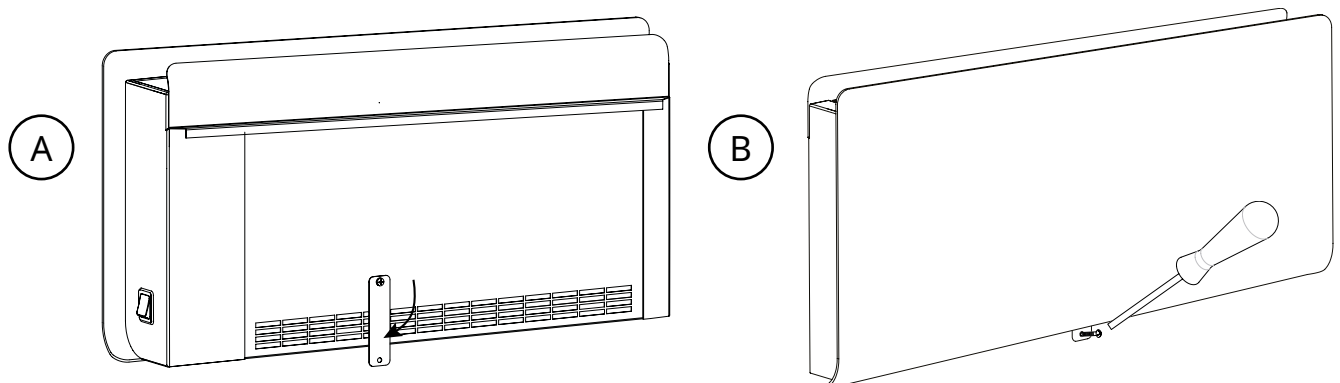

Fig. 4: Fastening with lockplate
3. Draai de vastzetplaat (fig. 4) en zet deze met een schroef vast in de muur, zodat de ventilatorconvector stevig gemonteerd is.